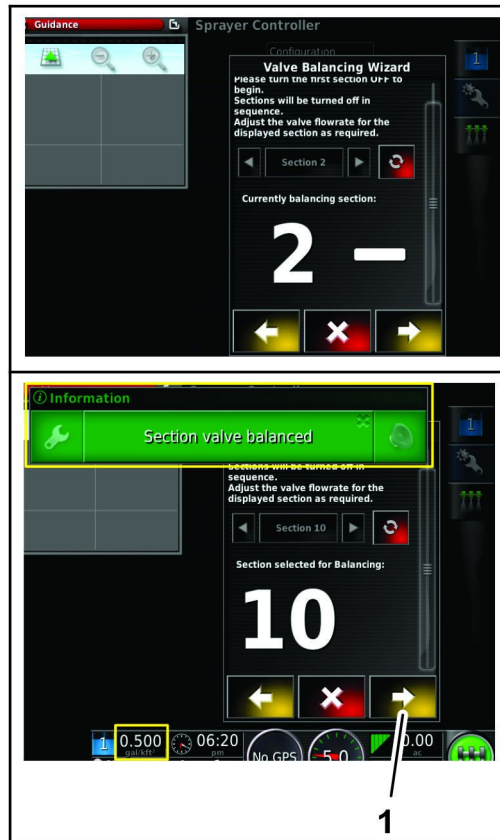

图 149
8. 对 2 至 10 号阀门重复步骤 6 和 7 图 149。
9. 所有喷洒臂段阀都已经平衡后请按“下一步”图标 图 149。